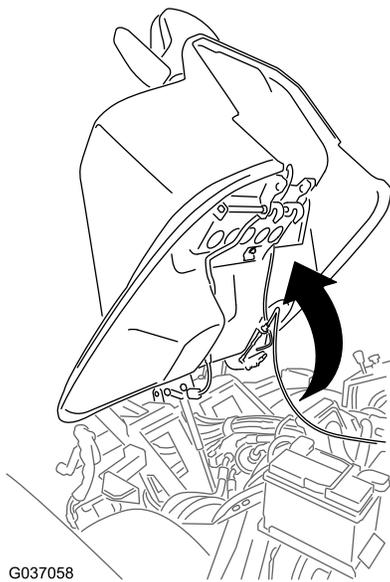

Figura 4
4. Mova a plataforma do operador para cima e para a frente (Figura 4).